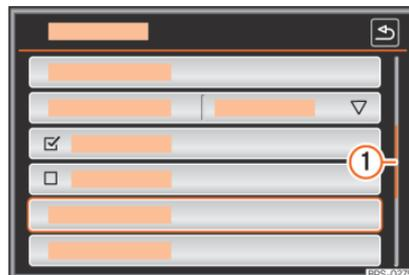

Fig. 205 Possibles entrées d'une liste d'un menu de réglages.
Si plusieurs entrées, outre celles affichées à l'écran, peuvent être sélectionnées dans la liste, une barre de défilement s'affiche à droite de l'image » **fig. 205 ①**.